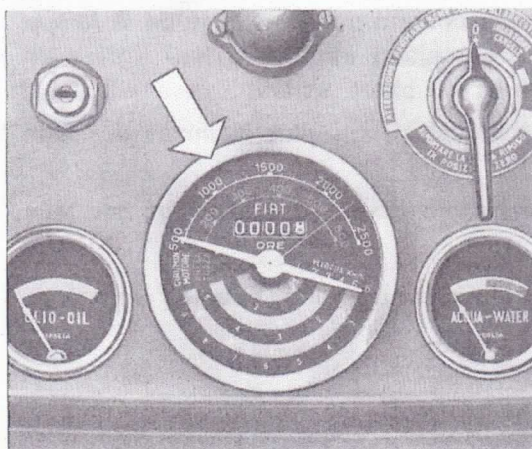

Fig. 5. - Compte-tours de moteur et de prise de force, indicateur de vitesse et horomètre.
- 6. Compte-tours de moteur et de prise de force, indicateur de vitesse et horomètre** (voir fig. 5): l'aiguille du compteur indique dans la plage supérieure du cadran les tours/min du moteur et de la prise de force, et, dans la plage inférieure, la vitesse en km/h aux différentes combinaisons de la boîte. La ligne verte sur les échelles du compte-tours indique le régime de puissance maxi du moteur et la vitesse correspondante de la prise de force. L'horomètre, qui se trouve au centre du cadran, est muni d'un totaliseur à cinq chiffres: ceux sur fond noir totalisent les heures de travail, et celui sur fond rouge (le dernier à droite) les dixièmes d'heure.